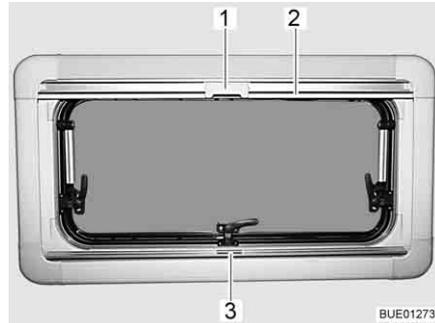

Fig. 73 Finestra apribile
- Afferrare la tendina oscurante pieghevole per la parte centrale della barra di presa (Fig. 73,3), tirarla dal basso verso l'alto e rilasciarla nella posizione desiderata. La tendina oscurante pieghevole rimane in questa posizione.
- Tirare la zanzariera a rullo accompagnandola con la barra di presa (Fig. 73,2) verso il basso, fino a quando la barra di presa non arriva a contatto con la tendina oscurante pieghevole (Fig. 73,3).
- Bloccare l'aggancio (Fig. 73,1) della zanzariera a rullo nella barra di presa della tendina oscurante pieghevole.
- Premere in alto all'indietro l'aggancio (Fig. 73,1) sulla zanzariera a rullo.
- Ricondurre lentamente la zanzariera a rullo accompagnandola con la barra di presa (Fig. 73,2).